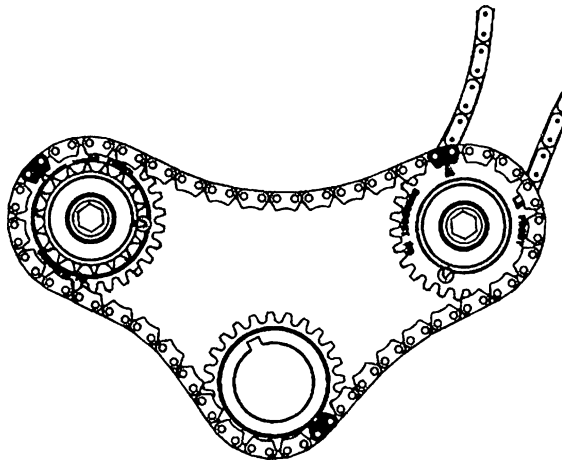

图 20-34 把主正时链条套在凸轮轴中间传动惰轮的大链轮和曲轴链轮上
- 2) 把主正时链条套在凸轮轴中间传动惰轮的大链轮和曲轴链轮上，如图 20-34 所示。